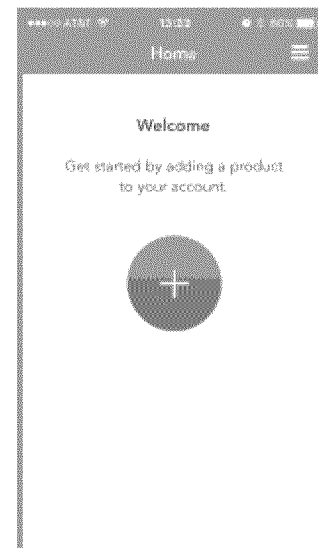

Figura 23
5. Si este es el primer producto Kenmore® inteligente que añade a su cuenta, la aplicación lo guiará paso a paso a través de la adición de su nuevo producto y por el proceso de conexión (Figura 23).